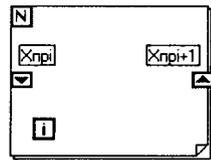

Рис. 5.2.
2. Рамку цикла нужно развернуть до необходимого размера и добавить регистр сдвига **Shift Register**, который осуществляет передачу результата вычислений из предыдущей операции в последующую. Для вызова регистра сдвига следует установить курсор на боковой границе рамки цикла и ПКМ вызвать команду **Add Shift Register**. Появившийся символ треугольника в рамке слева означает искомую переменную ( $u$  или  $i$ ) на предыдущем шаге интегрирования, справа – на последующем шаге (рис. 5.2). Начальное условие (в нашем случае нулевое) задается цифровым управляющим элементом, подключаемым к входному (левому) контакту регистра сдвига.